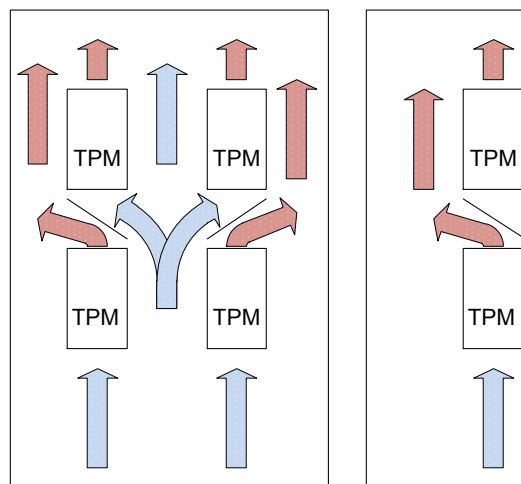

Рис. 10
* При температуре выше + 35 °С требуется запас по току, см. рис. 10
- При установке регуляторов друг над другом между ними должно быть не менее 15см свободного пространства и дополнительно установлен дефлектор для отвода горячего воздуха (см. рис. 10).